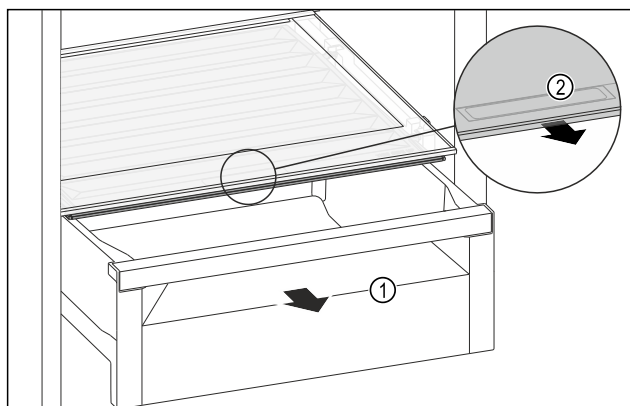

Fig. 137
- Schuifvak Fig. 137 (1) uittrekken.
- Greeplijst Fig. 137 (2) op het vakdeksel vastpakken en het vakdeksel gelijktijdig naar voren trekken.